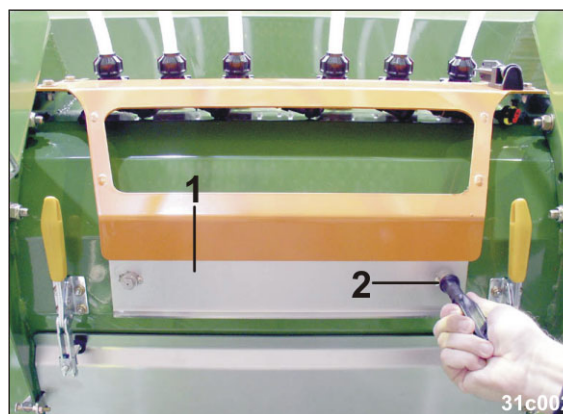

Рис. 261
7.2 Откройте замок (Рис. 261/1) с помощью шестигранного ключа из комплекта поставки (Рис. 261/2).